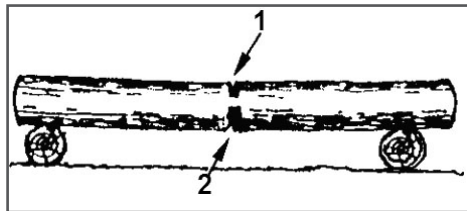

Рис. 15 Пропилы при раскряжке дерева на двух опорах
1. Бревно лежит на двух опорах (Рис. 15). Разгрузочный пропил (1) на $1/3$ бревна делается сверху. Основной пропил (2) делается снизу навстречу разгрузочному пропилу.